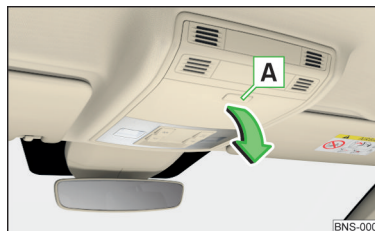

Fig. 119
- Pour **ouvrir**, appuyez sur la touche **A**. Le compartiment s'ouvre dans le sens de la flèche » fig. 119.